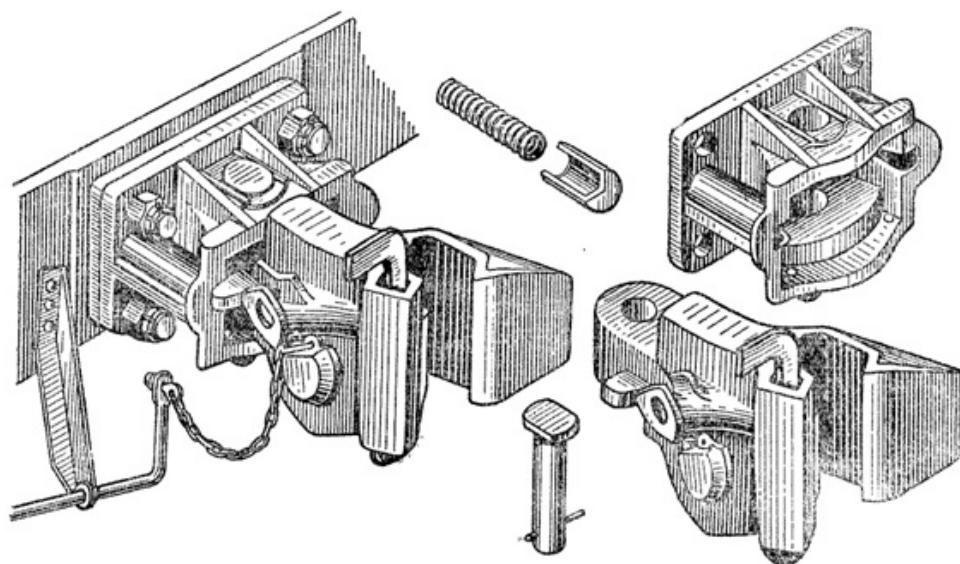

Рис. 4 Автосцепное устройство
Автосцепное устройство (см. рис. 3 и рис. 4) состоит из двух основных частей: типовой головки (1) со сцепным механизмом (6) и розетки (2). Гнездо автосцепки - стальное литье с проушинами для крепления сцепной головки посред-